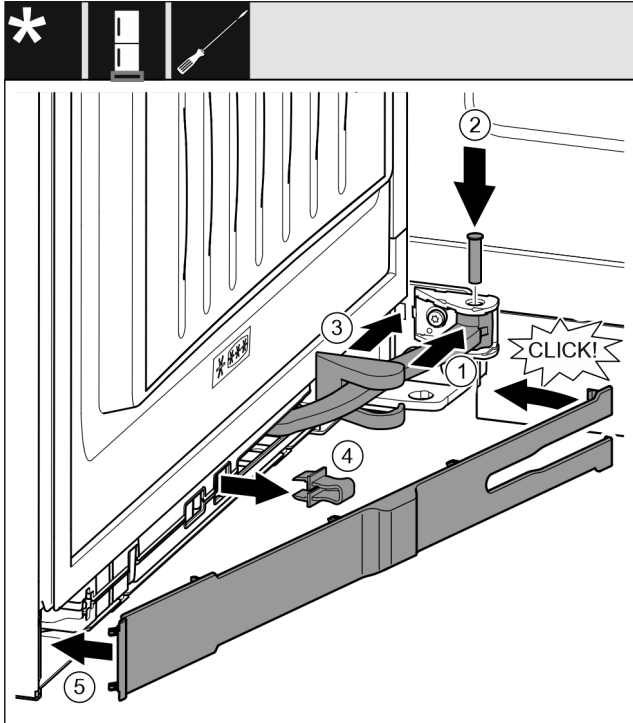

Fig. 58
- ▶ Поверните шарнир Fig. 58 (1) в навеску.
- ▶ С помощью отвертки вставьте палец Fig. 58 (2) в навеску и шарнир. При этом проследите за тем, чтобы выступ фиксатора занимал правильное положение в пазу.
- ▶ Переместите крышку опорного кронштейна Fig. 58 (3) вдоль шарнира и смонтируйте ее над навеской.
- ▶ Снимите предохранитель Fig. 58 (4).
- ▶ Установите накладку Fig. 58 (5) со стороны ручки и поверните ее.